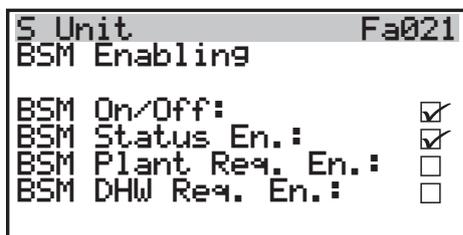

Figura 3.11
**BSM Plant Req. En.** = attivazione impianto (TA);
- Selezionare le singole voci, premere il tasto 5 e scorrere con i tasti 4 o 6 per deselectionare il campo (Figura 3.11).